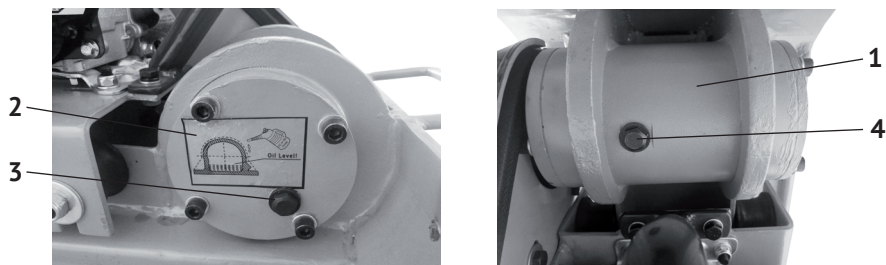

рис.4
5.3 Проверка и заполнение маслом корпуса эксцентрикового вала (см. рис.4)
- открутить пробку-болт (рис.4 поз.3) на крышке корпуса вибратора (рис.4 поз.2);
- проверить уровень масла в корпусе вибратора, при необходимости долить, используя специальную воронку через маслозаливное отверстие, открутив болт (рис.4 поз.4);
7.4.2 Замена масла в корпусе вибратора (см. рис.4)
- выкрутить болт-пробку (рис.4 поз.3) маслосливного отверстия из крышки (рис.4 поз.2) корпуса вибратора;
- открутить болт-пробку (рис.4 поз.4) маслозаливного отверстия;
- установив основание горизонтально, залить (используя воронку) в корпус вибратора (рис.4 поз.1) масло (около 0,2 л), контролируя уровень через маслосливное отверстие;